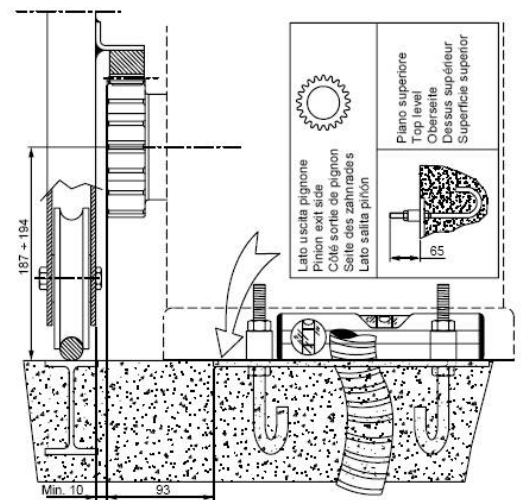
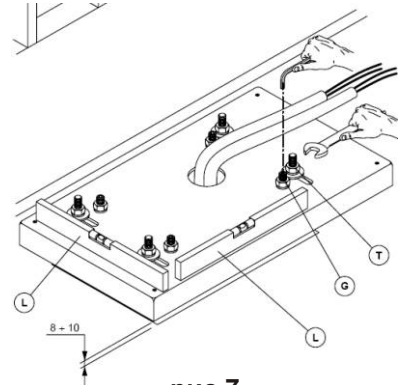

рис.4
рис.7
- Расположите пластину-основание, сохраняя размеры как указано на рис.4. Символ звездочки, воспроизведенный на пластине-основании должен быть виден и ориентирован к створке ворот. Также проверьте, правильно ли расположено отверстие для электрических кабелей. Кабели оставьте свободными или протяните в гофрошланг через специальное отверстие в пластине-основании.
- Проверьте: Установочные размеры (рис. 4). Уровень горизонта пластины -основания в двух направлениях.
- 4) Установите 4 бесконечных винта на шести точках выравнивания (рис.7 «G»), и отрегулируйте таким образом (рис.7 «L») привод, чтобы он был приподнят на 8-10 мм по отношению к пластине-основанию.
- 5) Вставьте привод в специальные пазы, установите его окончательно, соблюдая стороны как на рис.4, и затяните 4 гайки (рис.7 «Т»), которые блокируют привод на пластине-основании и на шести нивелировочных бесконечных винтах.